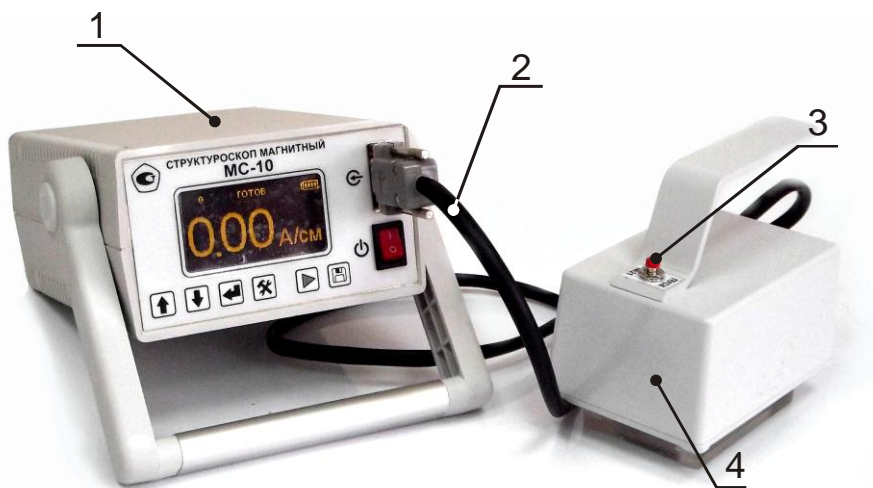

Рис.3 Внешний вид структуроскопа
4.3 Внешний вид структуроскопа с преобразователем показан на рис.3.
4.3.1 Структуроскоп состоит из электронного блока (поз. 1, рис.3) и преобразователя (поз. 4, рис.3), соединенных гибким кабелем (поз. 2, рис.3).
стве измерителя индукции магнитного поля выбран преобразователь Холла. На сердечнике размещены катушки для намагничивания контролируемого участка изделия и компенсации поля остаточной индукции. Полюса сердечника закрыты защитными пластинами. На корпусе преобразователя расположена кнопка (поз. 3, рис.3) запуска процесса измерения.